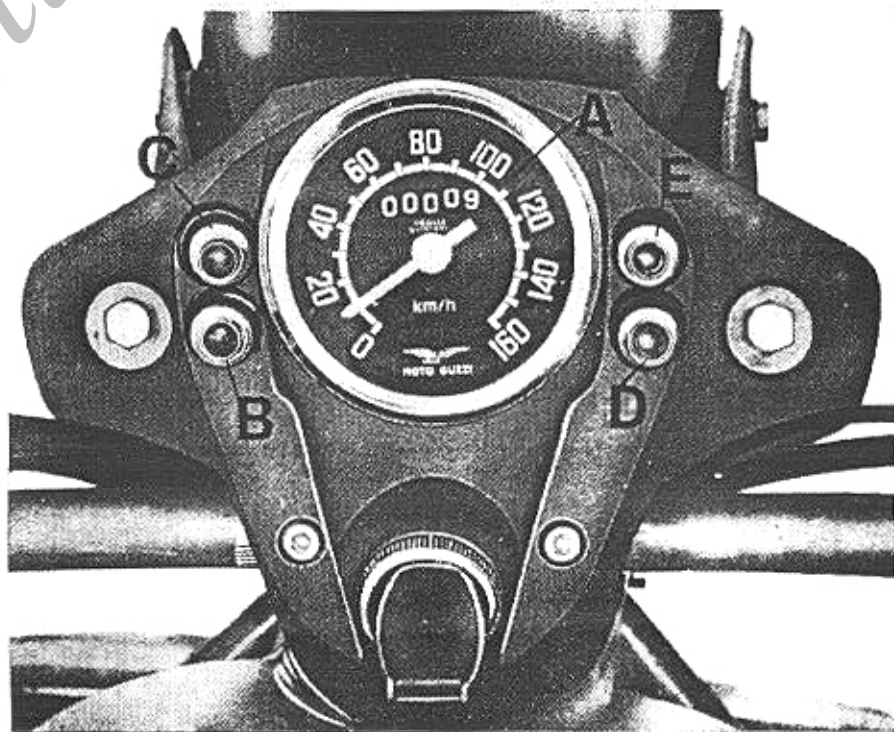

Fig. 7
1) Quadro di controllo comprendente (vedere fig. 7):